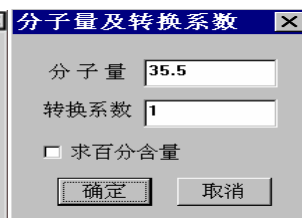

图 6
(4) 输入分子量、转换系数、是否求百分含量。如图 6 所示。
(5) 输入分子量、转换系数、是否求百分含量，如图 6 所示。
(6) 单击工具栏中“▶”开始测量→输入样品号→采集电位，自动计算出样品溶液中的浓度与百分含量。
系数、是否求百分含量，如图 6 所示。